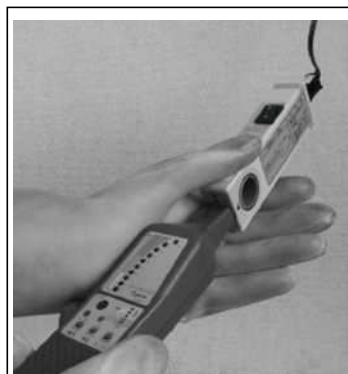
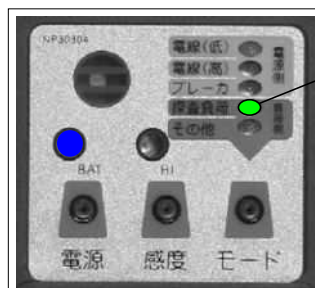

図7
図10
- 図7のように探査用負荷の指定探査ポイント（）へ受信器の先端中心を当てます。探査ポイントからずれたり、上下左右へ傾く程、探査感度が悪くなります。
（注）受信器が、電力量計と計器箱の隙間に入らずに探査できない時は、図10のように電力量計の端子カバーを外し、電源側端子部または負荷側端子部の相間に探査用負荷を接続し、探査用負荷のCHECK POINT部（P6図7参照）へ受信器を当てて探査してください。（この場合のモード切換は「探査負荷」に設定）